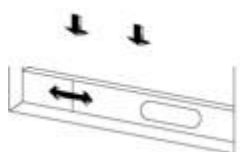

Rys.1
- Przykręć wąż powietrza wylotowego (z adapterem) do wylotu powietrza wylotowego z tyłu urządzenia (w kierunku przeciwnym do ruchu wskazówek zegara, rys. 1).